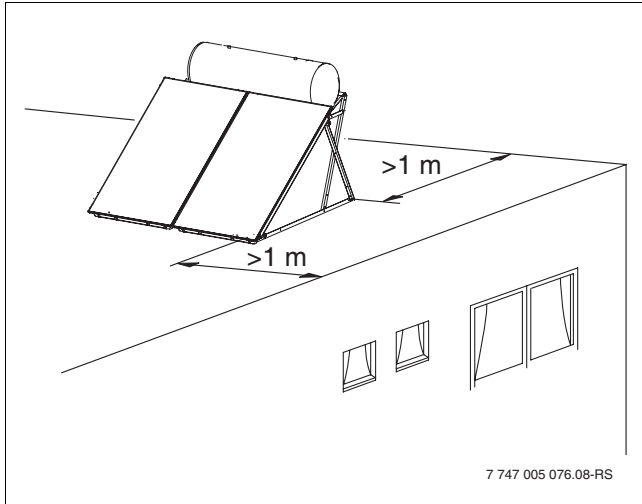

Fig. 8 Distancia desde el borde del tejado (sistema de 300 l)
- ▶ Antes del montaje debe asegurarse que entre el soporte para cubierta plana y el borde del tejado haya un metro de distancia como mínimo (→ Fig. 8).